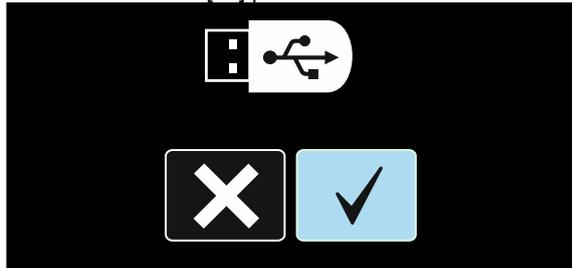

Figure 53
- Utiliser le bouton [11] pour sélectionner l'icone de la Figure 53.